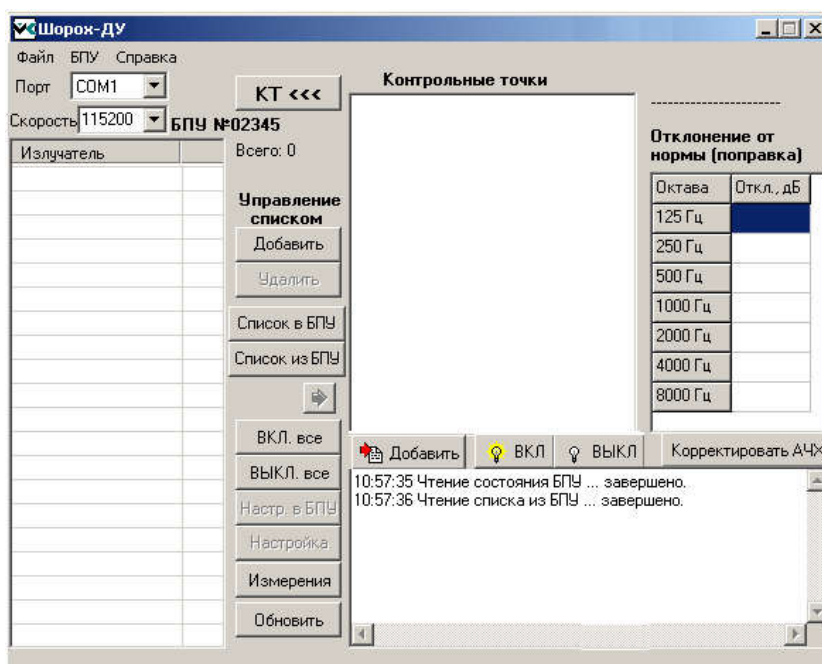

Рисунок 4 – Главное окно программы «Шорох-ДУ»
4.1.2 В случае корректного запуска программы «Шорох-ДУ» на экране монитора появится главное рабочее окно (Рисунок 4).
Главное окно программы «Шорох-ДУ» представлено на рисунке ниже (Рисунок 4).